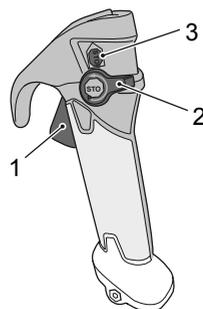

Рис. 2
### Рычаг управления дроссельной заслонкой (рис. 2)
### Рычаг круиз-контроля и остановки двигателя (рис. 2)
1. Установите рычаг круиз-контроля (Рис. 2) чуть далее середины хода.
10. Установите рычаг круиз-контроля (Рис. 2) на холостой ход, чтобы установить двигатель в режим холостых оборотов.
- Отпустите курок управления дроссельной заслонкой (Рис. 2) (1) и установите на начало хода рычаг круиз-контроля (Рис. 2) (2), чтобы двигатель поработал на холостом ходу несколько секунд.
- Установите рычаг (Рис. 2) (2) в положение «STOP» (Рис. 2) (3).